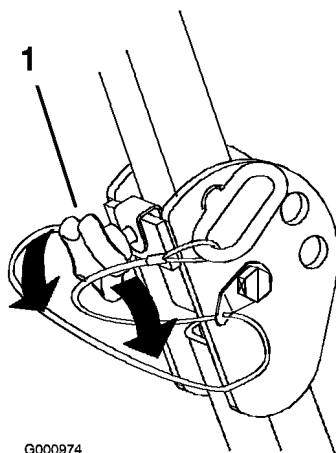

Figura 9
1. Para bajar la barra anti-vuelco, afloje los pomos delanteros (Figura 9).
Importante: Apriete los pomos delanteros contra los extremos de la barra anti-vuelco central (Figura 9).